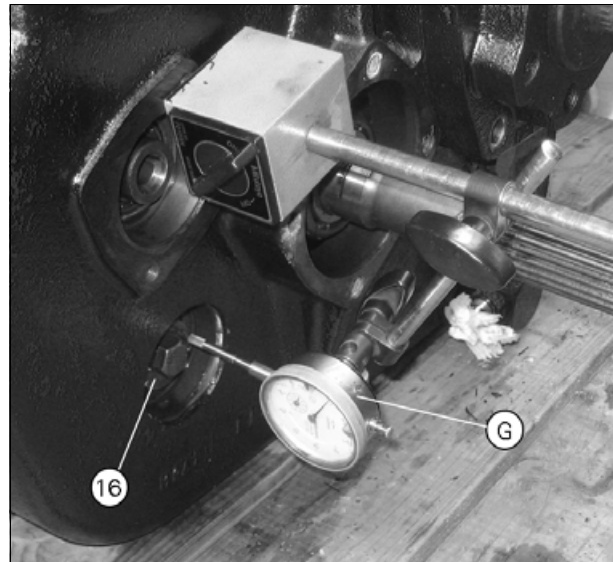

Рис. 35.
15. После установки выходного вала и подшипникового кронштейна (F) с необходимым количеством регулировочных прокладок измерьте осевой зазор, используя циферблатный индикатор (G) рис. 35.